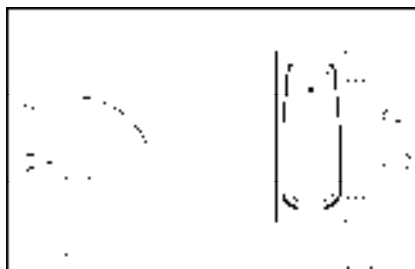

图 13-88 插入浴缸图形
5) 在命令行中输入 D, 选择“点取方式布置”选项; 输入 T, 选择“改基点”选项; 点取浴缸图形的右上角点为插入基点, 插入浴缸图形, 结果如图 13-88 所示。